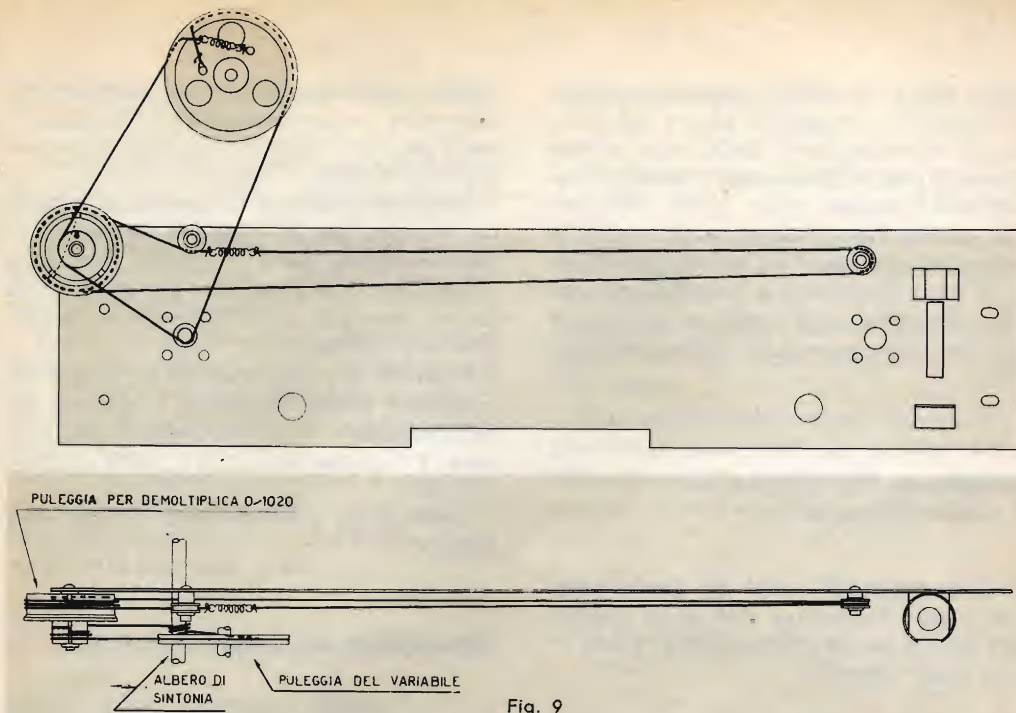

Fig. 9
- 33) Montare: un gommino passacordone sulla squadretta d'appoggio della valvola EL 84, i gommini ferma scala, sul riflettore come indicato in fig. 9, e le manopole.